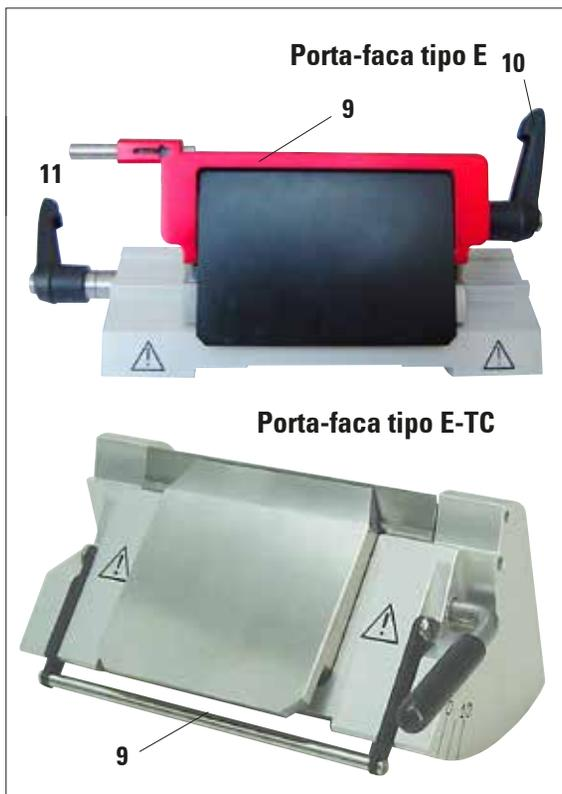

Fig. 5
O protetor de faca no porta-faca E/E-TC consiste em um cabo dobrável vermelho (9). Para cobrir a borda cortante, dobre a alça do protetor da faca (9) para cima, conforme a ilustração da Fig. 5.